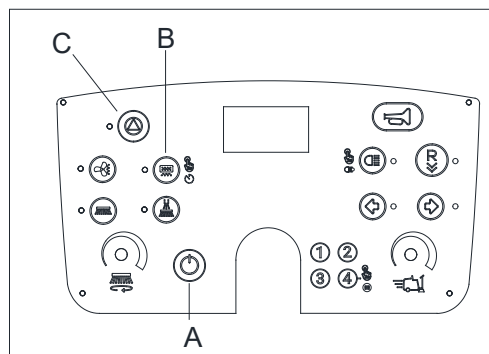

Figure 14
1. Appuyer sur le bouton de démarrage (C, figure 14) pour désactiver toutes les fonctions du moteur de nettoyage (ventilateur anti-poussière, brosse latérale/brosse principale); la brosse latérale et la brosse principale seront soulevées.
2. Appuyer sur le bouton du secoueur de filtre (B, figure 14) pour activer la fonction de secouage de la poussière et nettoyer le filtre.
4. Appuyer sur le bouton d'alimentation (A, figure 14) pour éteindre.